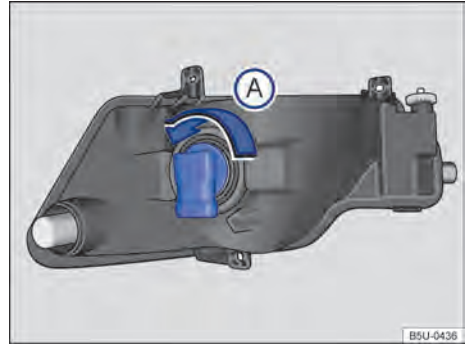

Fig. 179 Atrás do para-choque dianteiro: acesso à lâmpada incandescente do farol de neblina.
- 3 Girar o soquete da lâmpada → **Fig. 179**, no sentido anti-horário da seta [A], e desencaixá-lo do alojamento.
- ⑧ Certificar-se de que o soquete está corretamente fixado no conjunto.
- ⑨ Encaixar o conector de alimentação da lâmpada.